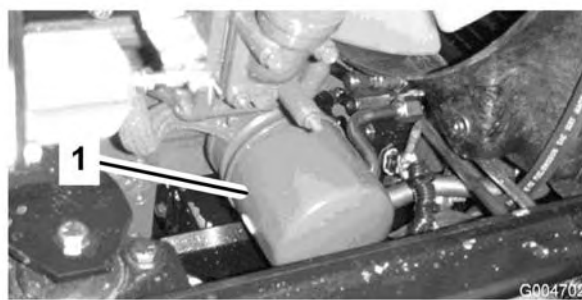

Figure 49
2. Déposez le filtre à huile (Figure 49). Appliquez une fine couche d'huile propre sur le joint du filtre de rechange avant de le visser en place. **Ne serrez pas excessivement.**